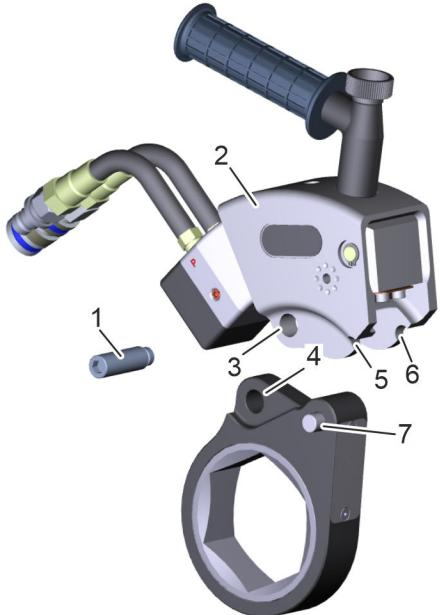

Рис. 12: Соединение трещоточной головки с приводным узлом
7. Отпустить винт с внутренним шестигранником трещоточной головки (Рис. 12/1).
8. Вставить трещоточную головку с ее стопорным болтом (Рис. 12/7) в крепления (Рис. 12/5 и 6).
9. Отверстие в трещоточной головке (Рис. 12/4) и соединение «приводной узел – трещоточная головка» (Рис. 12/3) выровнять относительно друг друга и закрепить винтом с внутренним шестигранником трещоточной головки (Рис. 12/1).